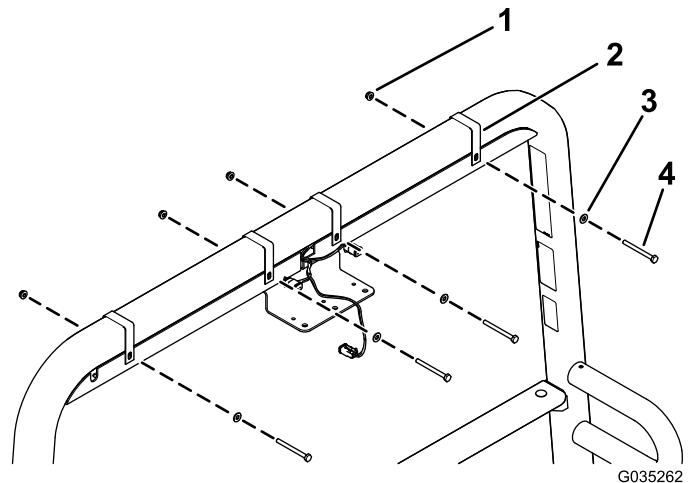

图4
2. 如图4 所示，用 4 个灯具安装槽安装支架、4 个六角头螺栓 (1/4 x 2-3/4 英寸) 和 4 个扁平垫圈 (1/4 英寸)，将 2 个灯具安装槽固定到防翻滚保护架上。